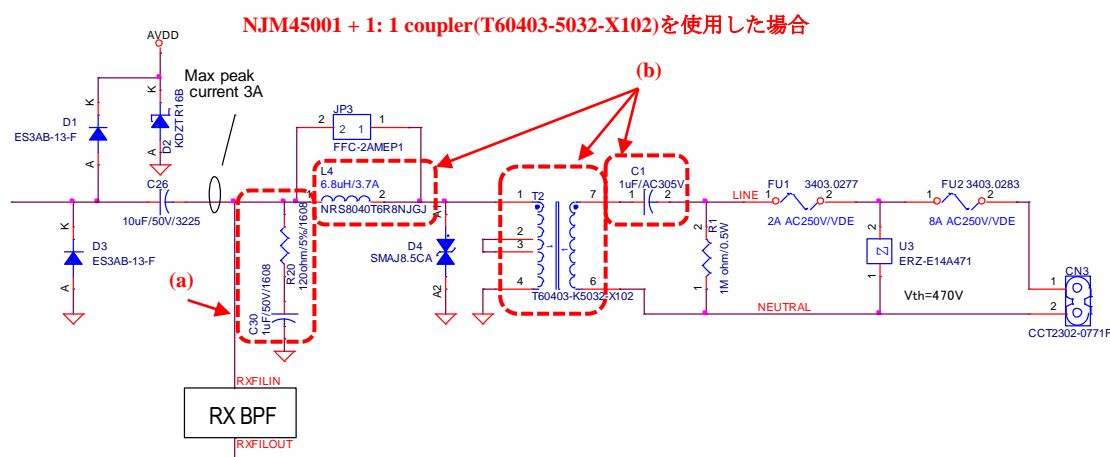

Figure 3-13 CENELEC-A 帯の EN50065-7 対応インピーダンス対策例
- 3kHz-9kHz における RX インピーダンスは、C1 と T2(主インダクタンス)の共振により、EN50065-7 対応インピーダンス規格が未達となる場合があります。その共振によるピークを抑制させるため、Figure 3-13 の(a)の部分の R20=120Ω、C30=1uF を配置することを推奨します。
- 95kHz-148.5kHz における TX インピーダンスは、Figure 3-13 の(b)の部分の C1 と(L4+T2 漏洩インダクタンス)の共振周波数により、EN50065-7 対応インピーダンス規格が未達となる場合があります。L4+T2 漏洩インダクタンスと C1 の共振周波数が、CENELEC-A 帯の帯域内に入るように設定してください。C1=1uF の場合、L4=6.8uH を挿入することを推奨します。